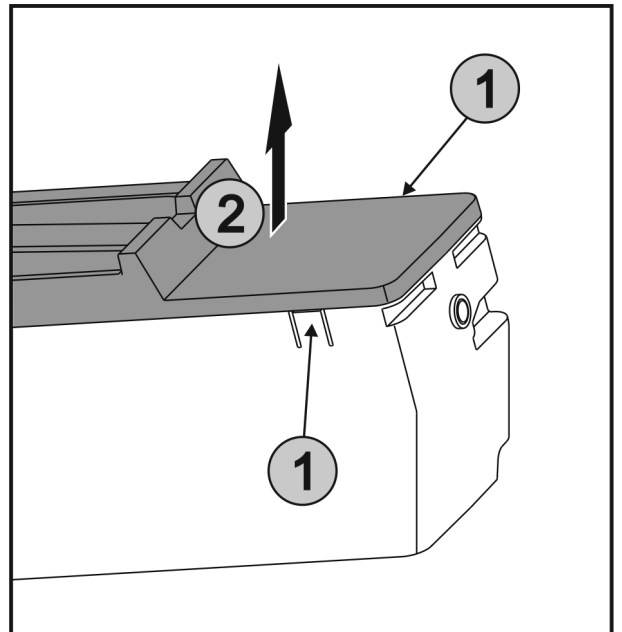

Fig. 57
- ▶ Presionar simultáneamente las lengüetas Fig. 57 (1) a ambos lados del EasyTwist-Ice y extraer la cubierta Fig. 57 (2) hacia arriba.